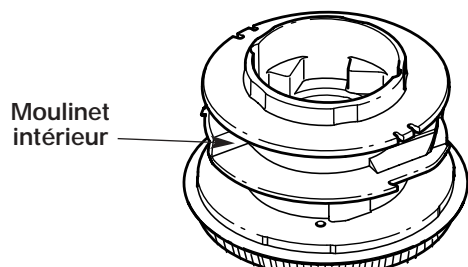

Fig. 50
4. Retirez tout le fil du moulinet intérieur avant de nettoyer. Enlevez tout débris ou trace d'herbe du bouton, du ressort, du moulinet et du joint en mousse. Lavez le moulinet intérieur avec de l'eau tiède savonneuse (Fig. 50).